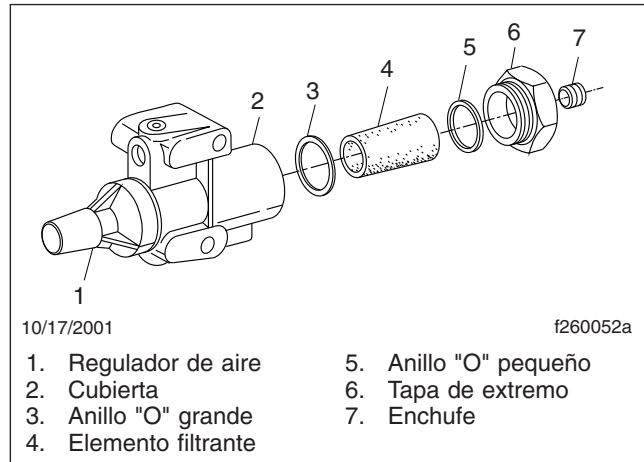

Figura 11, Componentes del filtro y regulador de aire de las transmisiones Eaton Fuller
3. Quite la tapa de extremo, el anillo "O" grande y el elemento filtrante de la cubierta del filtro. Vea la **Figura 11**. Quite el anillo "O" pequeño de la tapa de extremo.